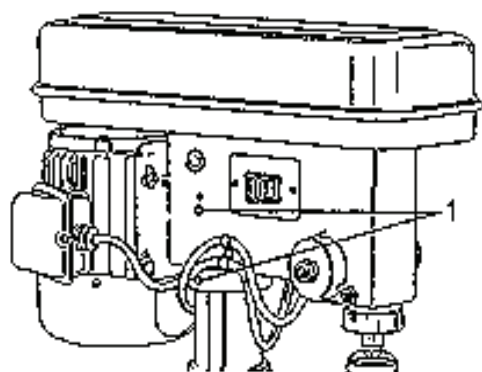

Fig. 9
2. Montantul se potrivește la orificiul de montare al mașinii. Asigurați-vă că orificiul de montare este bine fixat pe montant. Capul mașinii de găurit așezați în axă cu masa și batiul utilizând cheia hexagonală strângeți cele două șuruburi de reglare (fig. 9)